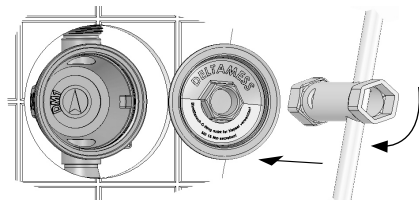

Bild 1 (Montage Blindflansch)
- Mit Steckschlüssel / Nuss SW22 den Blindflansch mit O-Ring bündig bis auf das Vormontagegehäuse aufschrauben (*Bild 1*).